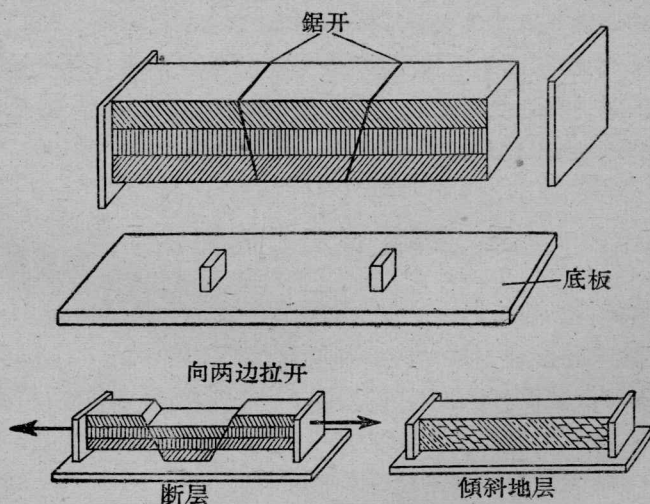

图 3 地层模型(二)
2. 在长木条的中间部分画两条斜线(图 3),用锯沿斜线锯
2. 讲述在地壳发生变动时，有的地方陷落下去，地层就发生傾斜(图3)。这时指导学生观察模型上画着傾斜地层的側面。